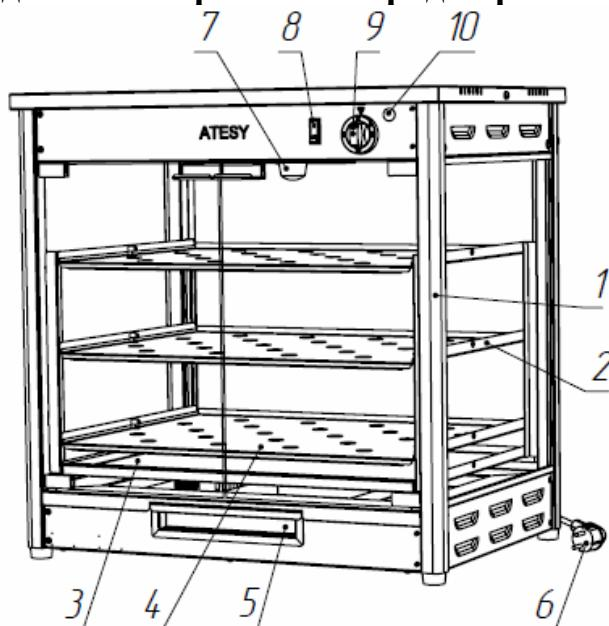

Рис.1
4.5. Периодически, не реже одного раза в час, необходимо контролировать уровень воды в поддоне (*поз.5*) (*рис.1*) и при необходимости производить долив.
4.8. В витрине имеется лампа для освещения камеры (*поз.7*) (*рис.1*).
4.11. Лоток для воды (поз.5) (рис.1) имеет упоры, ограничивающие его неконтролируемое выпадение при вынимании. Для полного вынимания лотка из витрины необходимо в момент срабатывания упоров приподнять лоток на 4-5 мм по вертикали и потянуть на себя. При установке лотка упоры должны пройти сквозь паз в передней панели витрины и только после этого лоток опустится на направляющие.
4.14.2. Отключить освещение камеры выключателем освещения (поз.8) (рис.1).
4.14.3. Извлечь электровилку (поз.6) (рис.1) из розетки.
4.15. Ежедневно в конце работы после остыивания витрины необходимо производить её очистку. Для этого извлечь поддон для жира (поз.3) (рис.1), воды (поз.5) (рис.1), полки (поз.4) (рис.1) и решетки (поз.2) (рис.1) из камеры, промыть их и просушить. Промыть и просушить камеру, стёкла и загрязнившиеся наружные поверхности витрины. Установить на свои места поддоны, решетки и полки.